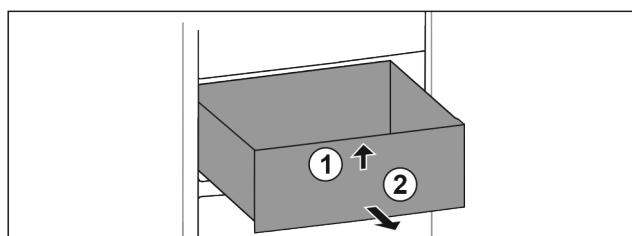

Fig. 30
- Повдигнете чекмеджето отпред. Fig. 30 (1)
- Извадете чекмеджето напред. Fig. 30 (2)